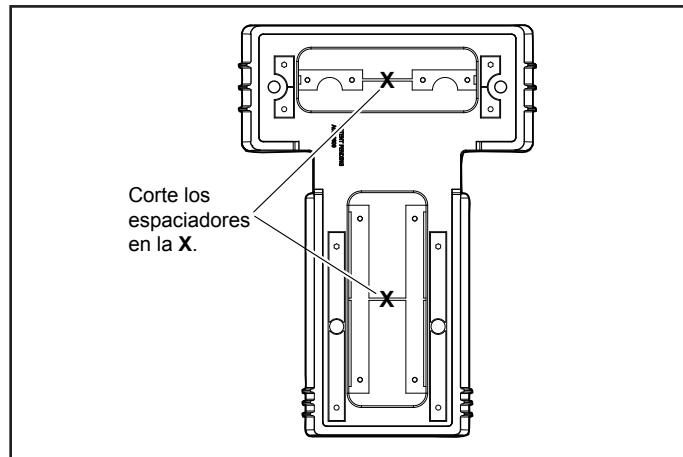
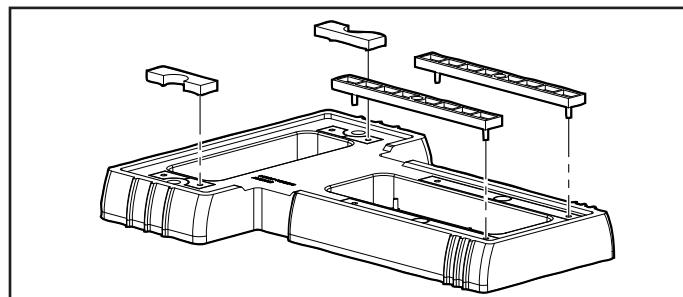

Figura 5. Corte los grupos de espaciadores fuera de la base
Figura 6. Encaje los espaciadores en su sitio
1. Utilizando una herramienta manual de corte, corte las barras de plástico que conectan los conjuntos superior e inferior de los separadores, como se muestra en la Figura 5.
2. Empuje los dos (2) separadores de la parte superior y dos (2) separadores de fondo fuera de la base.
3. Alinee los pinos en los cuatro (4) separadores con los agujeros en la base y ajuste los separadores en su lugar, como se muestra en la Figura 6.